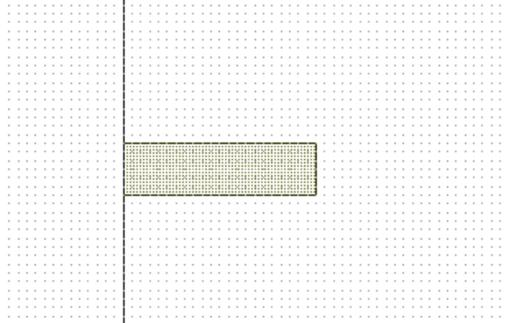

Рисунок 2.8 – Нарисованная форма проводника фильтра
4. Нажмите клавишу **Tab** снова, чтобы увидеть диалог Enter Coordinates. Отметьте Re и напечатайте «2.2» как величину **dx**, и «0.6» как величину **dy**, и затем кликните **ОК**. Прямоугольный проводник будет иметь вид как на Рисунок 2.8.